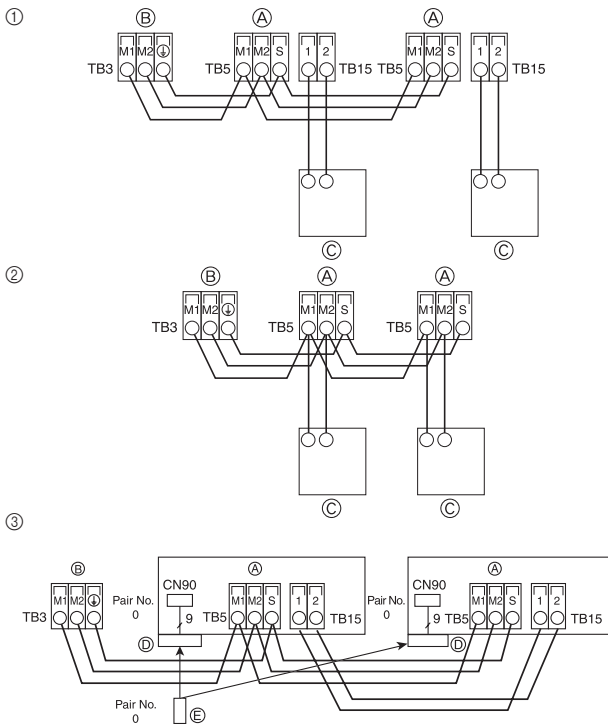
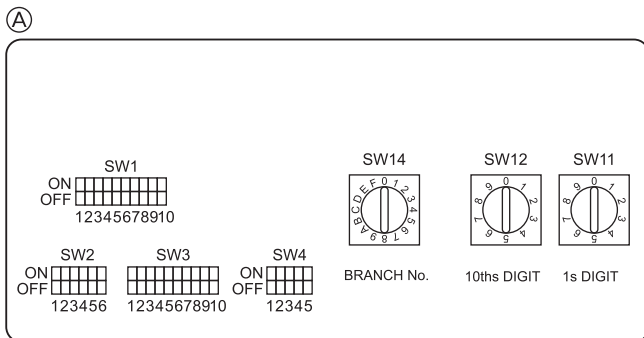

Fig. 5-3
Fig. 5-4
5.4. Conexión de los cables de transmisión del mando a distancia y de las unidades exterior e interior (Fig. 5-3)
- ① Mando a distancia MA
- ② Mando a distancia M-NET
- ③ Controlador remoto inalámbrico (al instalar un receptor de señales inalámbricas)
5.5. Configuración de las direcciones (Fig. 5-4)
- ① Cómo ajustar direcciones
- ② Cómo ajustar números de bifurcación SW14 (sólo para la Serie R2)
5.6. Determinación de la temperatura ambiente con el sensor incorporado en un mando a distancia (Fig. 5-4)